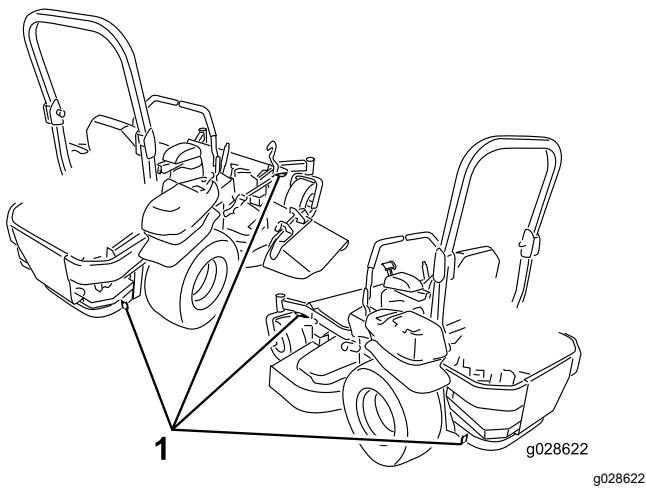

Bild 44
6. Vergurten Sie die Maschine in der Nähe der vorderen Laufräder und der hinteren Stoßstange mit Riemen, Ketten, Kabeln oder Seilen (Bild 44). Ziehen Sie in Bezug auf Anforderungen für Befestigungen geltende Vorschriften zurate.